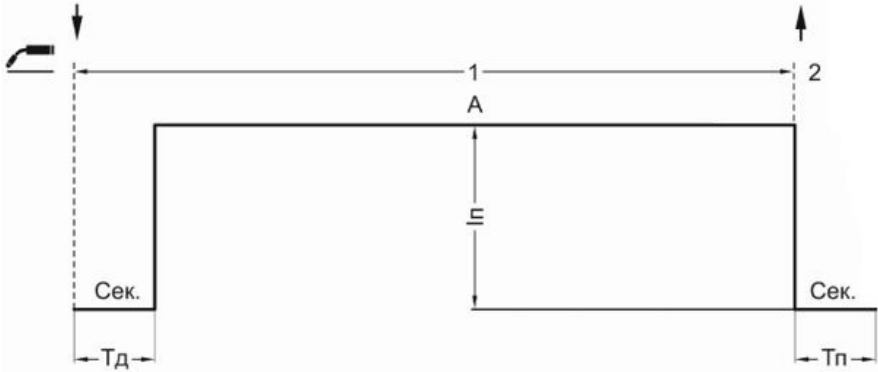

Рис. 7.3.1. Режим работы аппарата 2Т.
**Двухтактный режим (2Т)** рекомендуется использовать при длине сварочных швов до 200 мм (см. рис. 7.3.1).